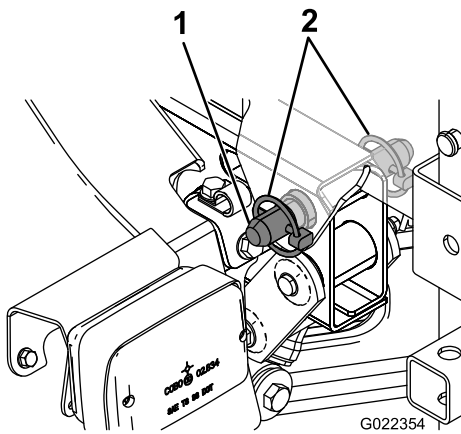

Bild 10
- Fluchten Sie die Löcher in den Drehansätzen hinten am Behältergestell mit den Löchern im Schwenkrohr der Ladepritsche am Ende des Fahrzeugrahmens aus (Bild 10).
- 6. Setzen Sie einen angeschrägten Lastösenbolzen und zwei Klapstecker in den Drehansatz ein, um den Behälter am Rahmen zu befestigen (Bild 10).